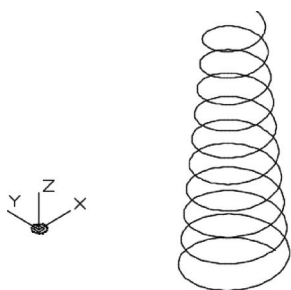

图 9-57 已存在的图形
1) 打开随书光盘“CH9”文件夹中的“BD_扫掠.dwg”文件，在该文件中存在着图 9-57 所示的圆和螺旋线。在创建扫掠实体之前，可以先将“ISOLINES”的值设置为“8”，其方法是在命令行中输入“ISOLINES”并按〈Enter〉键，接着输入“ISOLINES”的值为“8”，确认即可。